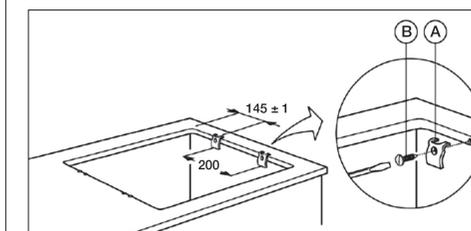

Fig. 5
1. Asegure los clips (A) (Fig. 5) con los tornillos suministrados (B) (Fig. 5), como se muestra, prestando atención a las distancias especificadas.